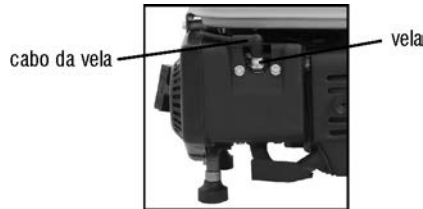

Fig.14 – Removendo a vela
- 4 – Com auxílio de uma chave de vela remova a vela (fig. 14);